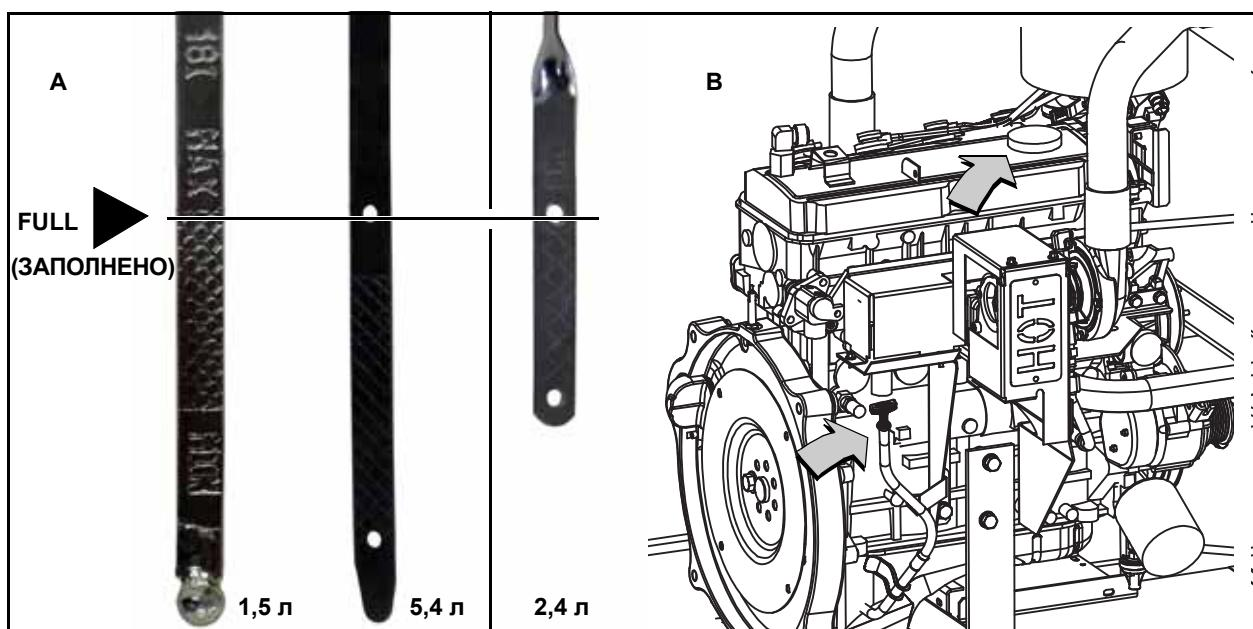

Рис. 5-7. Щуп для определения уровня масла и крышка маслозаливной горловины
2. Извлеките щуп и протрите его насухо чистой безворсовой тканью. См. пункт «В» на Рис. 5-7
7. Убедитесь в том, что уровень масла находится на отметке или близок к отметке FULL (ЗАПОЛНЕНО). При необходимости долейте масло. См. пункт «А» на Рис. 5-7